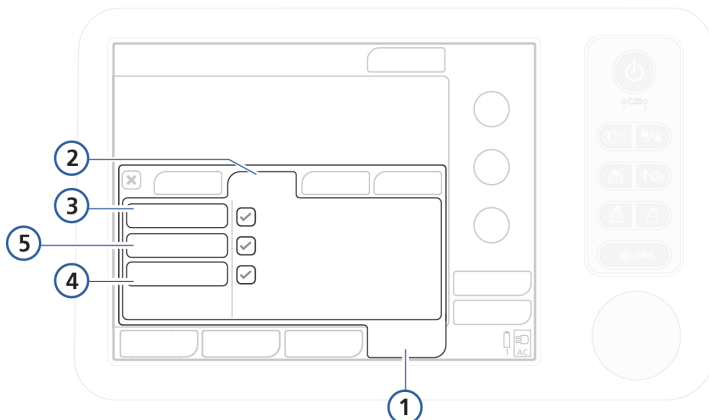

Рисунок 3-2. Окно «Тесты и калибр»
2. Активируйте параметр «**Герметич-ть**» в окне «**Тесты и калибр**» (рис. 3-2).
2. Активируйте параметр **«Датч. Потока»** в окне **«Тесты и калибр»** (рис. 3-2).